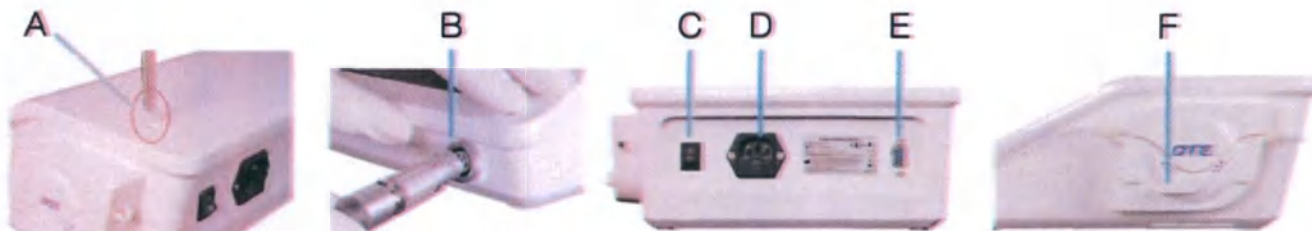

Рис. 3
Вставьте держатель для физраствора в специально предназначенные для этого отверстия (Рис.3 - А);
Подсоедините ножную педаль к корпусу основного блока, вставив штекер в соответствующий разъём (Рис.3 - Е);
Подключите кабель питания в разъём на корпусе устройства (Рис.3 - D) и затем в розетку электропитания;
Вставьте кабель наконечника в специально отведенное для этого отверстие (Рис.3 - В);
Нажмите кнопку включения/выключения on/off (Рис.3 - С) и используйте прибор по назначению.
4. Убедитесь, что наконечник Surgery-X LED правильно подключен к разъему для кабеля наконечника (рисунок 3 – поз. В);